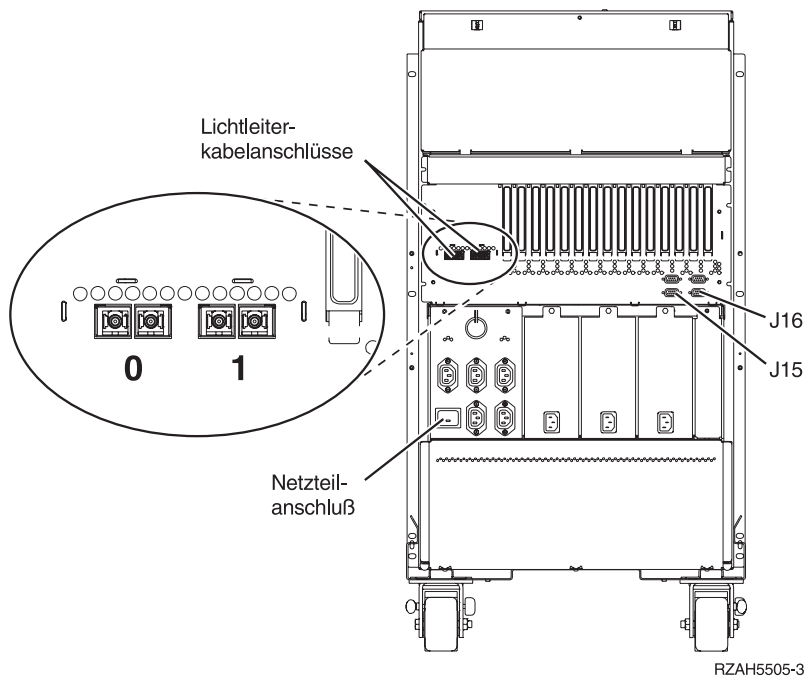

Abbildung 17. Anschlusspositionen der Erweiterungseinheit IBM 5065
- ___ 11. Sehen Sie sich Abb. 17 auf Seite 18 an und installieren Sie das von Einheit X entfernte Lichtleiterkabel im Lichtleiterkabelanschluß der Erweiterungseinheit IBM 5065, der mit **0** gekennzeichnet ist. Jetzt verläuft das Lichtleiterkabel zwischen der Systemeinheit und der Erweiterungseinheit IBM 5065.